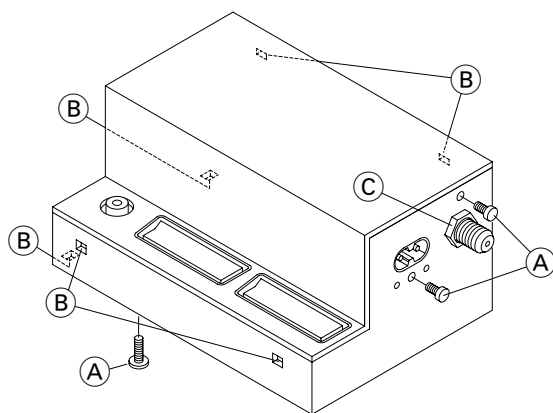

Fig. 1
- 3 Schrauben (A) (Fig. 1) herausdrehen.
- Rastnasen (B) (Fig. 1) vorsichtig ausrasten und Gehäuseoberteil abnehmen.
- Mutter (C) (Fig. 1) von der F-Buchse herschrauben.
- Undo 3 screws (A) (Fig. 1).
- Disengage carefully the locking lugs (B) (Fig. 1) and remove the Cabinet Top.
- Unscrew the nut (C) (Fig. 1) from the F-socket.